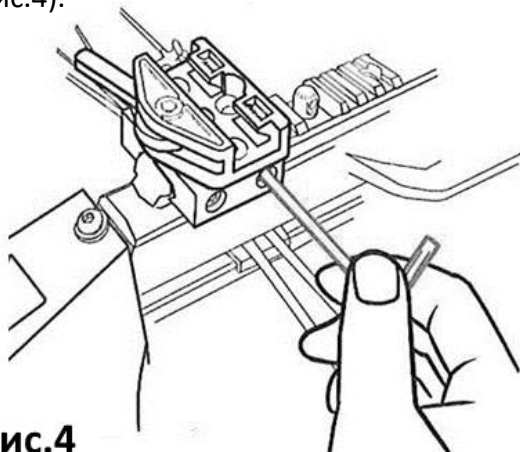

Рис.4
5. Установите переходник кивера на планку Picatinny в нижней части арбалета и закрепите винтами (Рис.4).
6. Прикрепите держатель кивера на переходник. При помощи двух шурупов прикрепите ответную часть держателя на кивер (Рис.4).